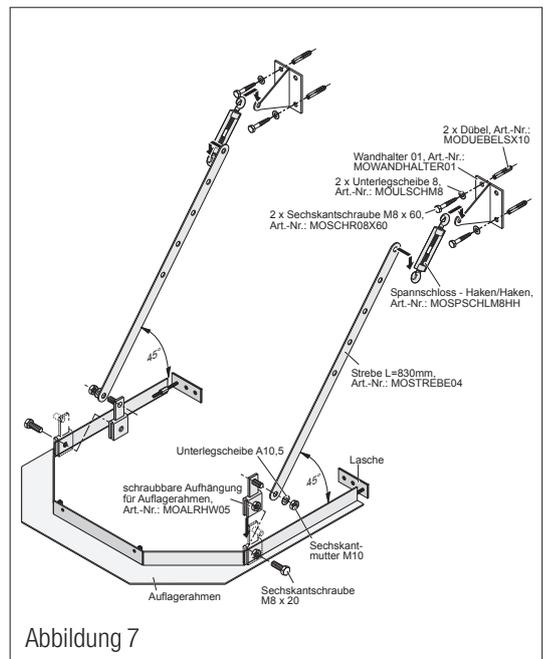

Abbildung 7
10. Montage des Auflagerrahmens (Abb. 7)